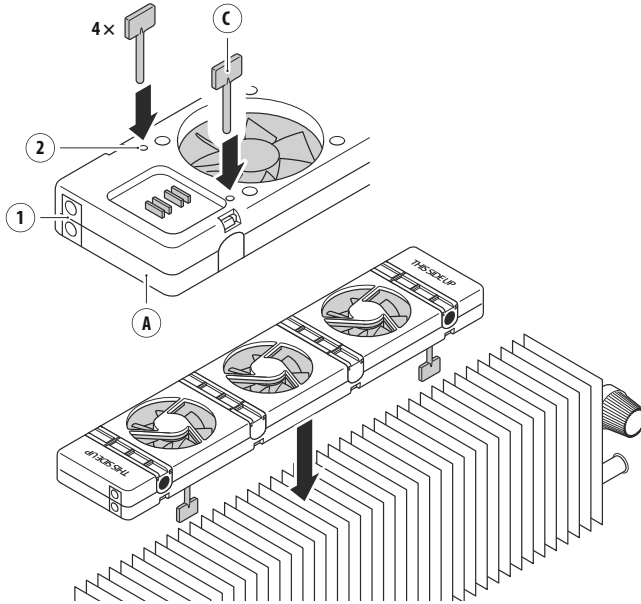

Afb. 7 - Bevestig de SpeedComfort (A) op een enkelplaat radiator.
1. Plaats de **verstelbare magneten** (B) dusdanig dat de **magneten** (1) zich aan dezelfde zijde bevinden en de **magneten** (1) alle vier omhoog wijzen. Verwijder het blokje dat tegenover de verstelbare magneten in de behuizing zit. Voer het blokje af als plastic afval.
3. Gebruik de **verstelbare magneten** (B) om de SpeedComfort (A) op de enkelplaat radiator te bevestigen (zie afb. 7).